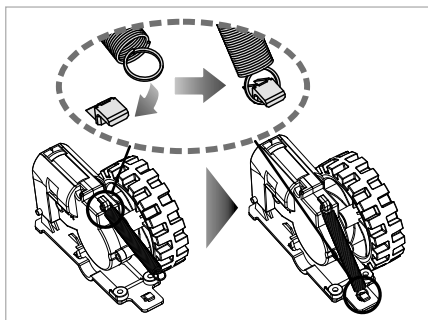

Fig. 24
- 5) Fissare la molla al supporto della ruota e alla copertura della ruota **19/35** (vedere fig. 24).